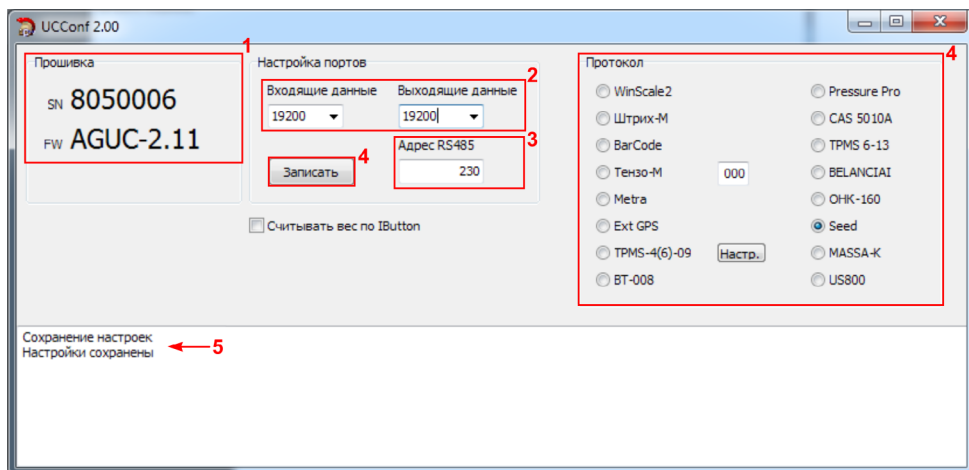

Рис.1. Настройка универсального конвертора.
- Если устройство подключено верно и в системе установлены драйвера устройства, то настройки конвертора будут считаны в программу. Серийный номер и версия микропрограммы подключенного конвертора отображаются в блоке «Прошивка» программы (Рис.1, п.1).
- Затем необходимо выбрать скорость входных и выходных данных (Рис.1, п.2).
- Выбрать протокол входящих данных (Рис.1, п.3). При выборе протокола автоматически включается шина данных, соответствующая выбранному протоколу, другая шина автоматически отключается. Все протоколы и устройства, кроме протокола «TPMS-4(6)-09», доступные в текущей версии программы «UCConf», работают с шиной RS-232. Данные в протоколе «TPMS-4(6)-09» принимаются по шине RS-485.
- После настройки всех параметров конвертора необходимо сохранить настройки в устройство, нажав кнопку «Записать» (Рис.1, п.4).
- При успешном сохранении настроек в окне состояния появится соответствующее сообщение (Рис.1, п.5).